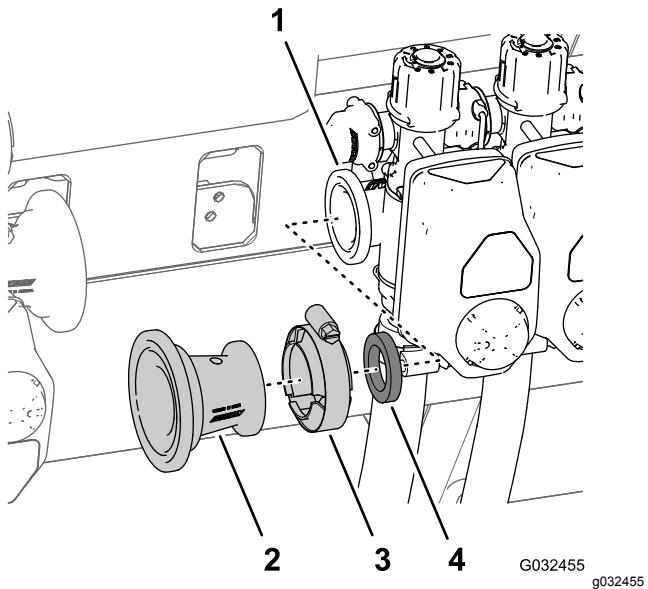

Figura 35
- C. Rimuovete il morsetto flangiato da 76 mm che fissa l'adattatore del riduttore e la guarnizione (2 $\frac{1}{4}$ ") alla flangia della valvola di sezione delle barre di sinistra e rimuovete l'adattatore, il morsetto e la guarnizione dalla macchina (Figura 35).